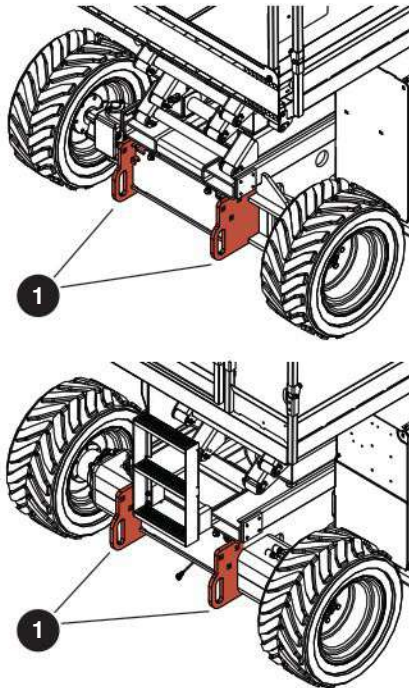

Figura 07 Puntos de anclaje/sujeción/elevación
Cuando transporte la MEWP, debe estar fijada a la plataforma del camión o remolque. Utilice los puntos de anclaje/sujeción ① para fijar la MEWP. Consulte la Figura 07. Si no obedece, existe el riesgo de que se produzcan lesiones graves o la muerte.
- Sujete la MEWP al vehículo de transporte utilizando los puntos de anclaje/sujeción ①. Consulte la Figura 07.